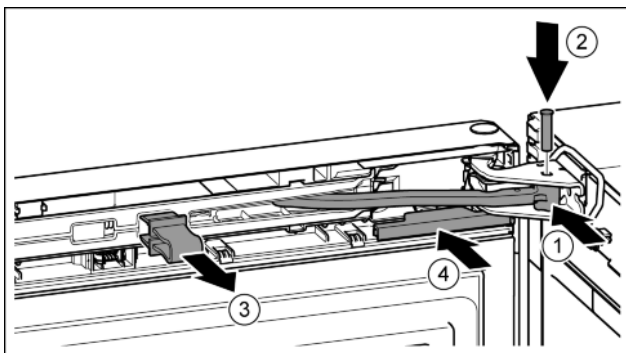

Fig. 38
- ▶ Повернуть шарнир в опорном кронштейне. Fig. 38 (1)
- ▶ Вставить палец в опорный кронштейн и шарнир. При этом следить за тем, чтобы выступ фиксатора занимал правильное положение в пазу. Fig. 38 (2)
- ▶ Снять предохранитель. Fig. 38 (3)
- ▶ Надвинуть крышку. Fig. 38 (4)